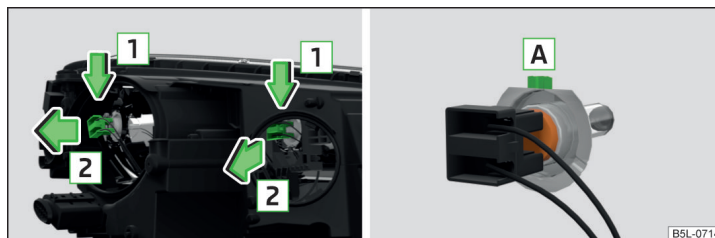

Fig. 197 Faruri cu halogen: Becul pentru faza scurtă și faza lungă
- › Eliberați conectorul respectiv împreună cu becul în direcția săgeții **1** » fig. 197.